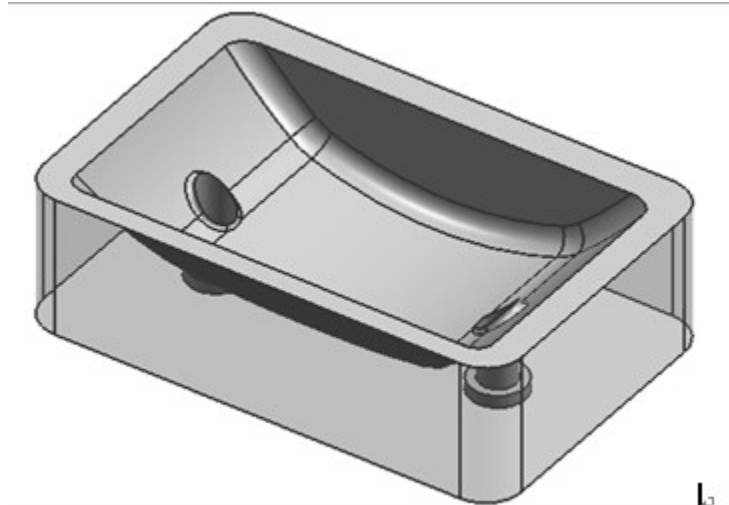

图14-80 “ffrg.prt” 文件。
- 2. 打开光盘中的〔 Lianxi\Ch14\ffrg.prt 〕文件，如图 14-80 所示。根据本章所学习的知识内容，对模型进行完整的编程。